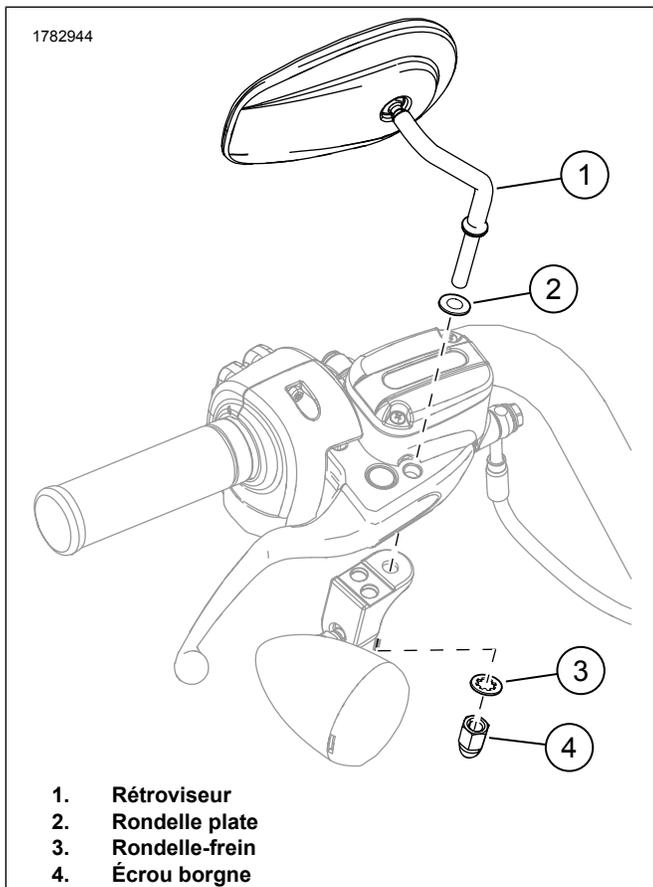

Figure 2. Ensemble rétroviseur
- Voir la figure 2. Installer une rondelle plate (2) sur le goujon du rétroviseur.
3. **Véhicules équipés de feux de direction montés sous les boîtiers des leviers de guidon (sauf modèles XL 2004 et ultérieurs)** : fixer le rétroviseur fixe à l'aide d'une rondelle-frein (3) et d'un écrou borgne (4).
- Fixer le rétroviseur avec une rondelle plate (2), une rondelle-frein (3) et un écrou borgne (4).